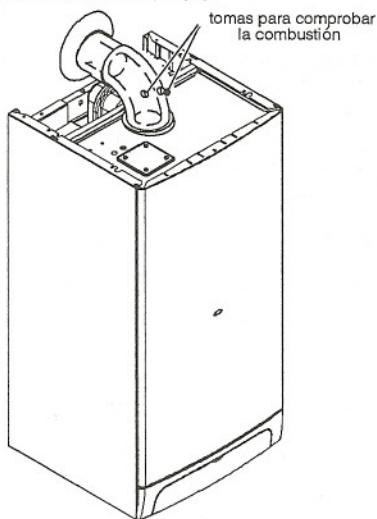

fig. 9.7
- Comprobar la combustión de la caldera utilizando las tomas (fig. 9.7) ubicadas en los tubos de humo y comparar los datos detectados con la tab. 9.2 o tab. 9.3